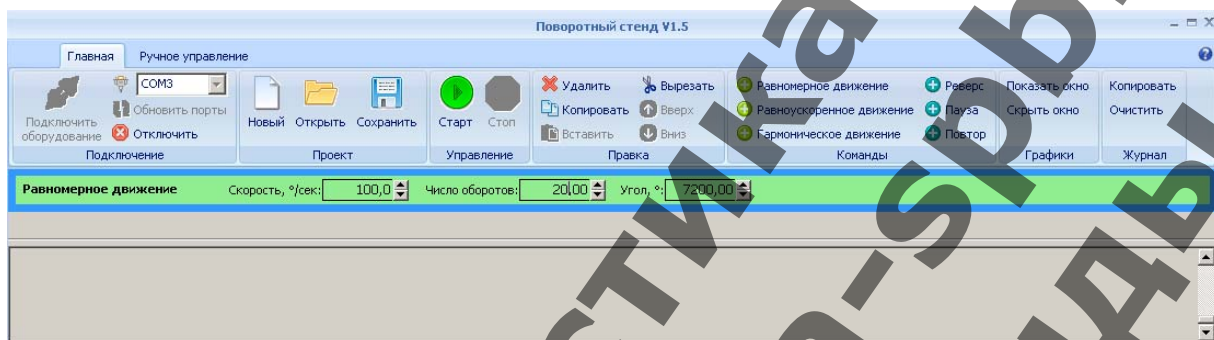

Рисунок 9.
2.3.8. Выбрать команду «Равномерное движение» (рисунок 9).